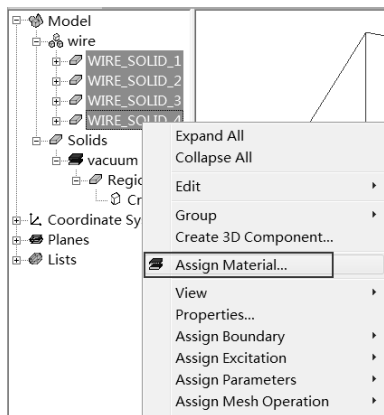
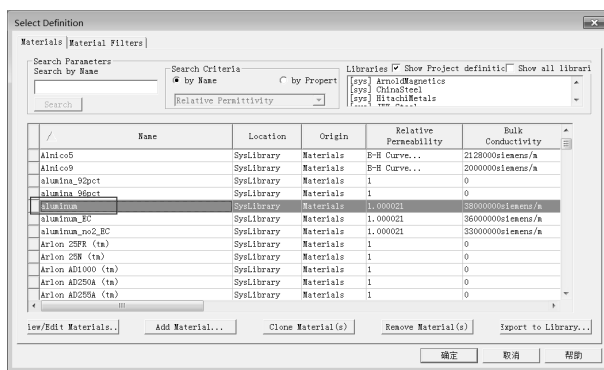

图 19-13 赋予材料属性
图 19-14 Select Definition 对话框
Step1：赋予材料属性。在模型树中选择相应模型名，右击后在弹出的快捷菜单中选择 Assign Material 命令，如图 19-13 所示。此时会弹出如图 19-14 所示的 Select Definition 对话框。